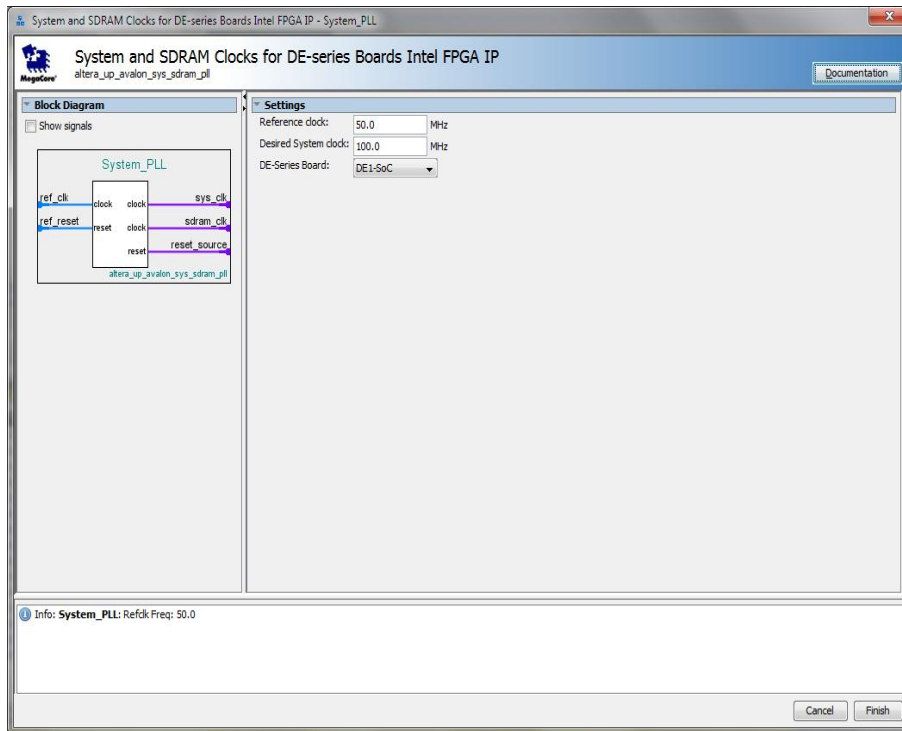

Рис. 44. Налаштування блоку формування тактових сигналів
6. Зробіть для нього налаштування у відповідності до рис. 44